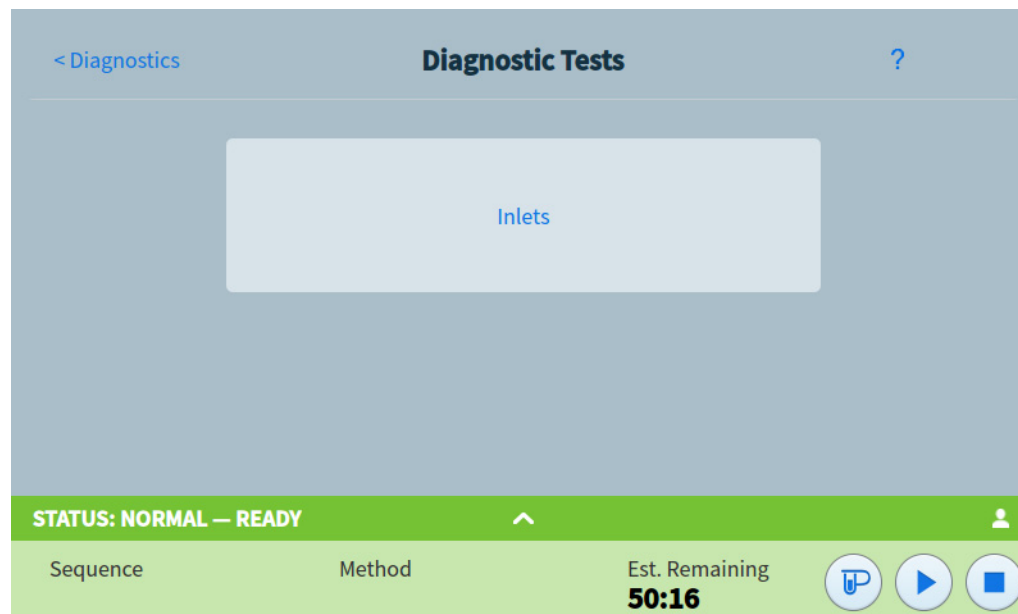

Figure 28. Page de tests de diagnostic
- 2 Sélectionnez **Tests de diagnostic**. La page Tests de diagnostic apparaît. Voir **Figure 28**.